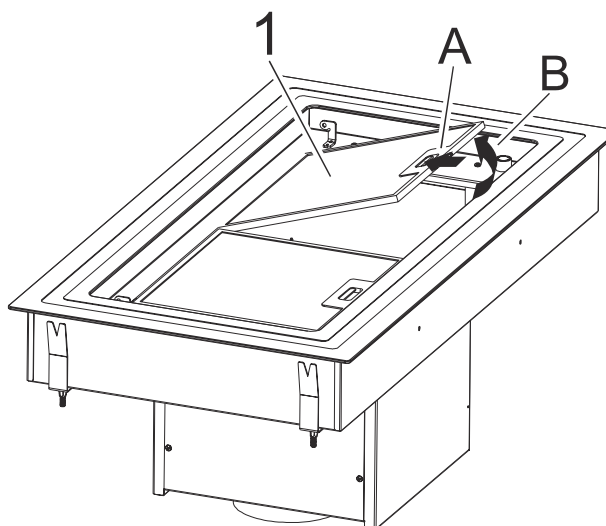

Fig. 9
2. ➤ Placer produktet på en plan overflade som vist på billedet. (Fig. 9).